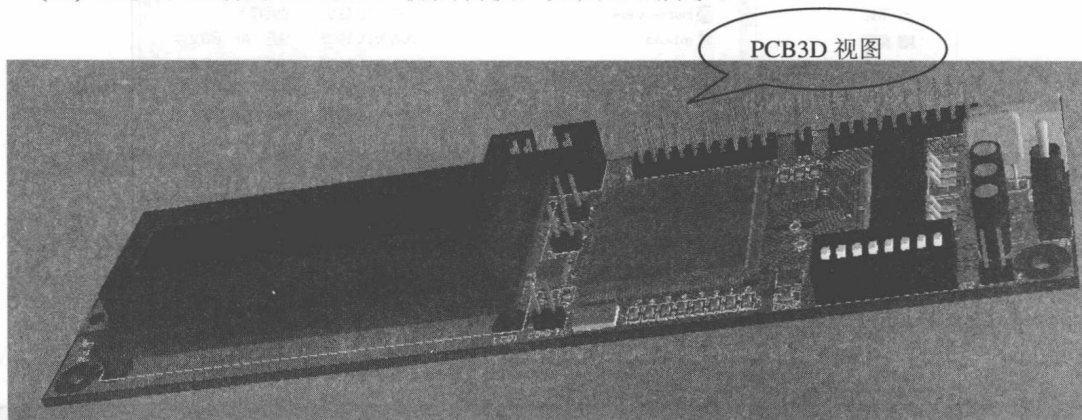

图 1-1 PCB 3D
(1) 集成了多元素的电路原理图与 PCB 设计功能。Altium Designer 拓宽了板级设计的传统界限, 全面集成了 FPGA 设计功能和 SOPC(System on Programmable Chip)设计实现功能, 从而允许设计师将系统设计中的 FPGA 与 PCB 设计以及嵌入式设计集成在一起。
(2) 提供布线的新工具。在绘制 PCB 电路板时电子元器件的布局、布线环节尤为重要, 在布线的同时需将信号的完整性分析工具、阻抗控制交互式布线、差分信号对和交互长度调节等协调一致, 方能确保信号同步到达。此时通过软件提供的(Auto)自动布线、BGA 扇出逃逸布线等操作可以轻松完成。
(3) 多类型的原理图设计。在原理图部分, 新增加“灵巧粘贴”功能, 可以将不同的对象拷贝到原理图当中, 比如一些网络标号, 一页图纸的 BOM(物料清单, Bill of Material)表, 都可以拷贝粘贴到原理图当中; 还增加了原理图文件切片、多个电子元器件集体操作、文本框的直接编辑、箭头的添加、电子元器件精确移动、总线走线、自动网标选择等; 还包括前端多层次、多通道的原理图输入、VHDL(Very-High-Speed Integrated Circuit Hardware Description Language, 硬件描述语言)开发和功能仿真, 布线前后的信号完整性分析功能。在信号仿真部分, 提供完善的混合信号仿真, 除对 Xspice 标准的支持之外, 还支持对 Pspice(Simulation Program With Integrated Circuit Emphasis)模型和电路的仿真。为 FPGA 设计提供了丰富的 IP(互联网协议)内核, 包括各种处理器、存储器、外设、接口以及虚拟仪器。
(4) 丰富的帮助文档。Altium Designer 提供了丰富的英文帮助文档, 包含了几乎所有该软件所遇到情况的解决办法。
(5) 规范的 ERC(误差计数), DRC(设计规则检查)。
(6) 全面的原理图库、PCB 库、集成库和高级电子元器件库管理、封装管理。
(7) 多种电子元器件滤波器, 可以快捷地查找相应电子元器件和批量更改。
(8) 多种数据共享功能。Altium Designer 完全兼容 Protel 系列和以前的设计文档, 并对 99SE 下创建的 DDB(分布式数据库)和库文件的导入提供接口, 同时还支持 CAD(计算机辅助设计)等软件的设计文档和库文件的导入, 此外它还提供智能 PDF(文件格式)文档的生成和报表的产生, 利用 PDF 向导可以帮助用户把整个项目或者所选文档进行打包处理, 这样增强了工作人员的合作灵活性, 利用报表的产生则可以直观看到电子元器件的属性。
(9) 全新的界面和个性化设置。
(10) 丰富的报告功能和快捷键的支持, Altium Designer 在英文状态下每个命令前的字母都标有下划线, 利用有下划线的字母即可执行相应的功能, 可以生成多种格式的报表和电子元器件清单。
(11) 提供了全新的 2D 至 3D 视图转换, 如图 1-1 所示。